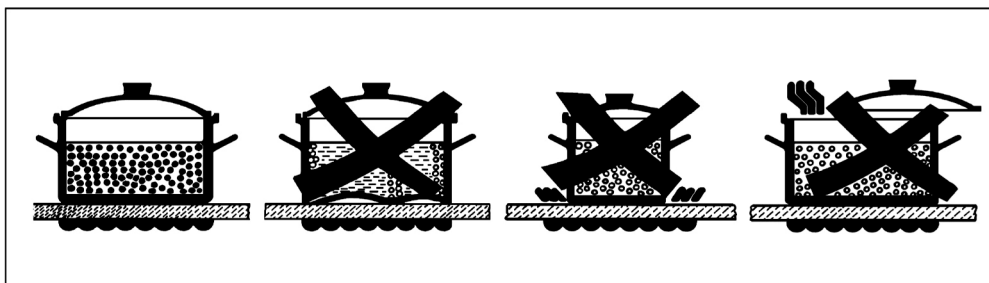

Рис. 2
- Для правильного использования, пожалуйста см. рис.2 и помните: